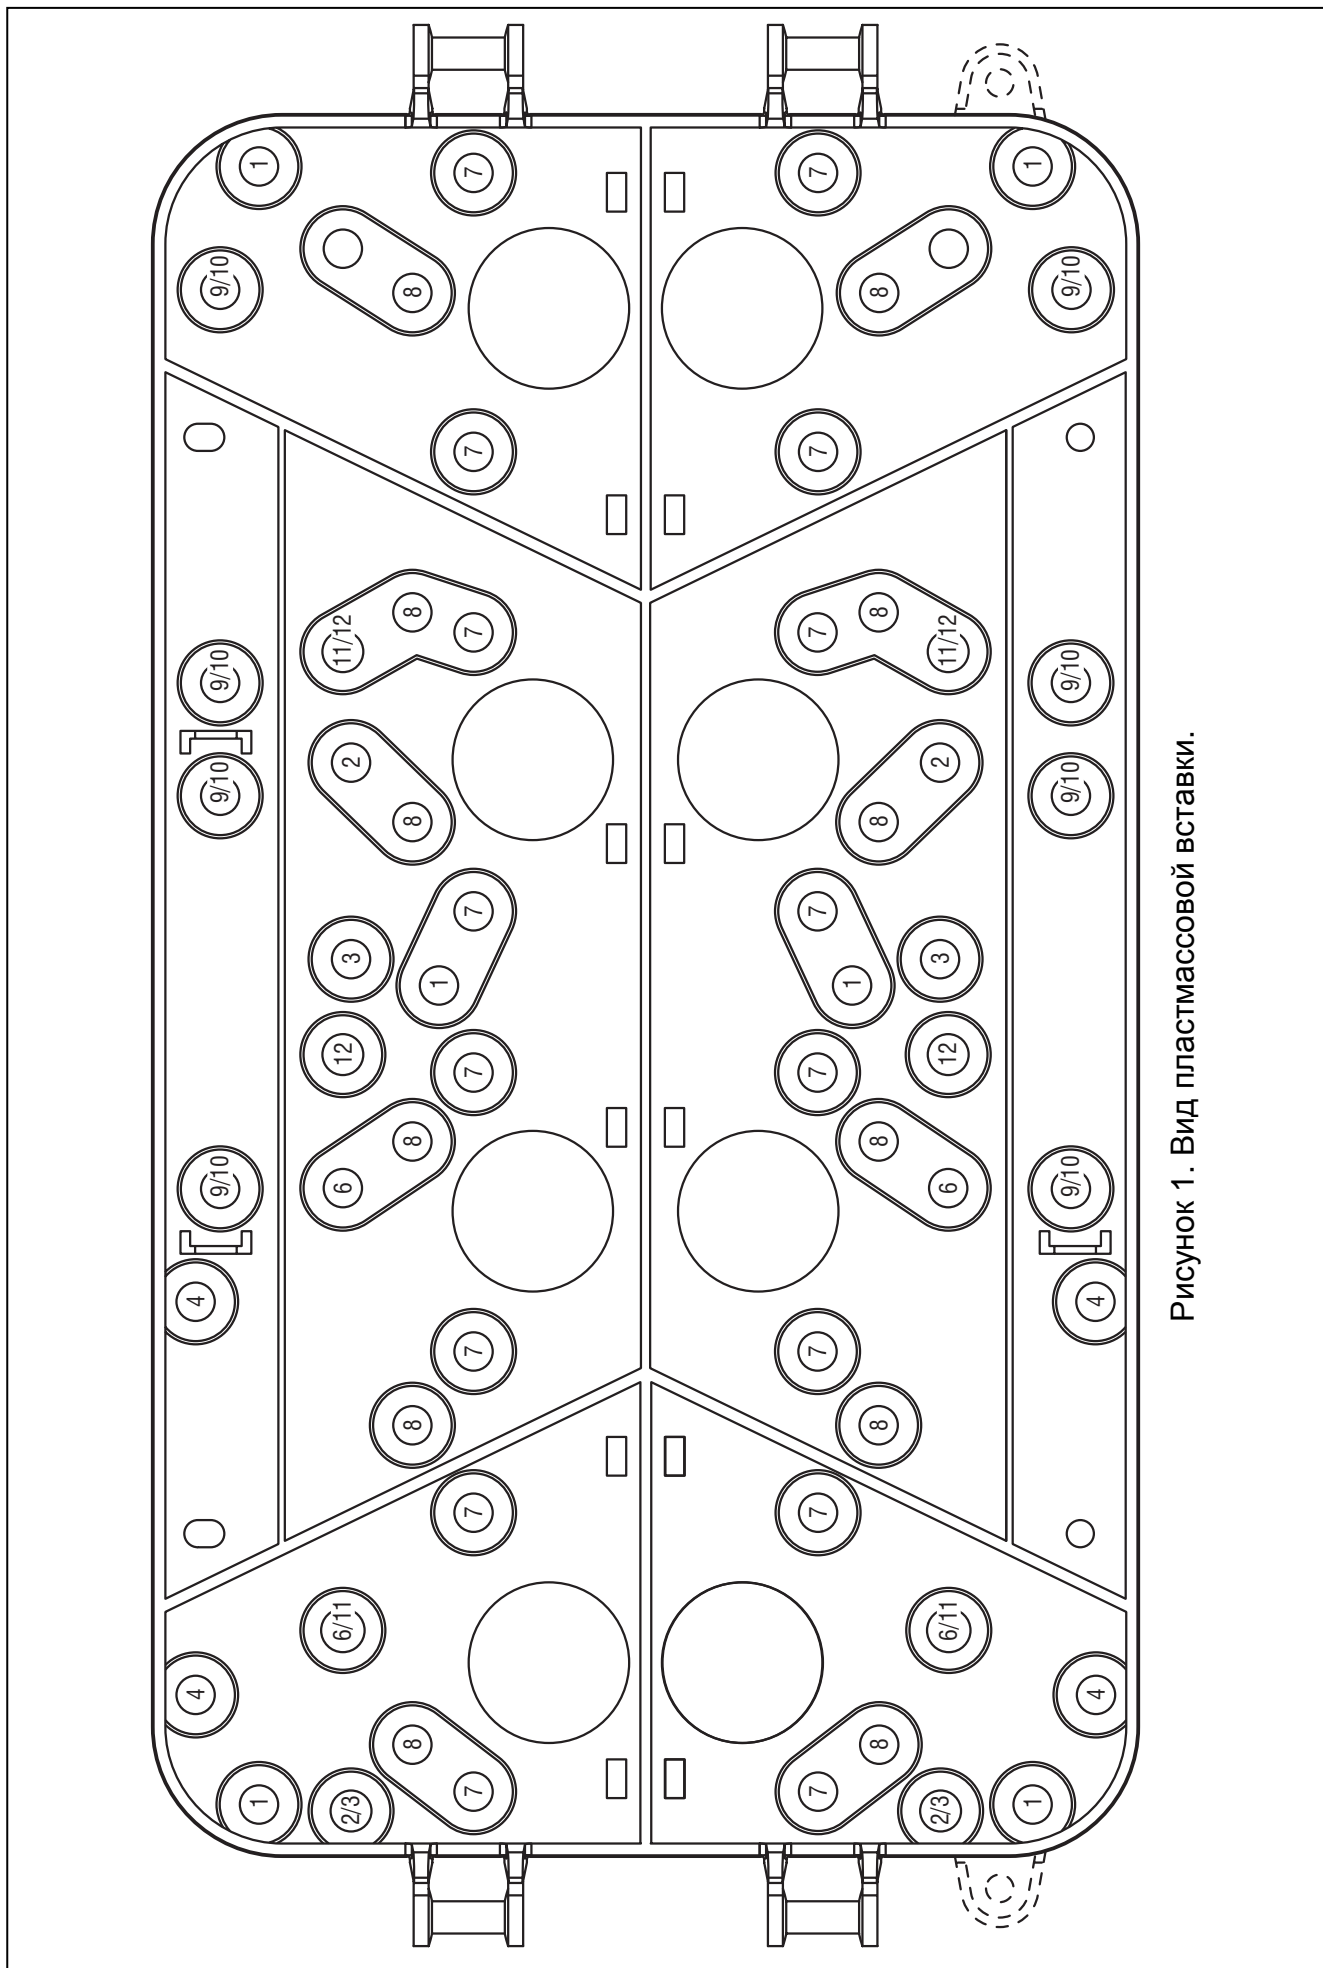

Рисунок 1. Вид пластмассовой вставки.
5. Запланируйте размещение модулей (см. рисунок 1 и таблицу 1) и разместите в соответствующих отверстиях вставок пластмассовые дюбели для крепления плат электроники (убедитесь, что они не высовываются). Рекомендуется размещать плату с БП на внутренней вставке, наглухо прикрепленной к основанию.